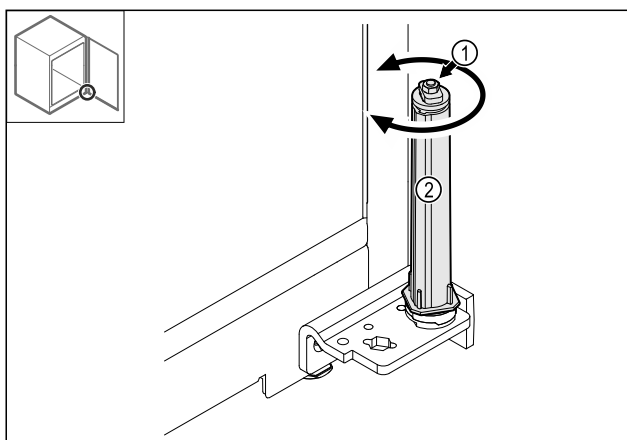

Fig. 40
- Non scomporre il collegamento a vite Fig. 40 (1) del sistema di chiusura.
- Ruotare il sistema di chiusura Fig. 40 (2) finché non scatta.